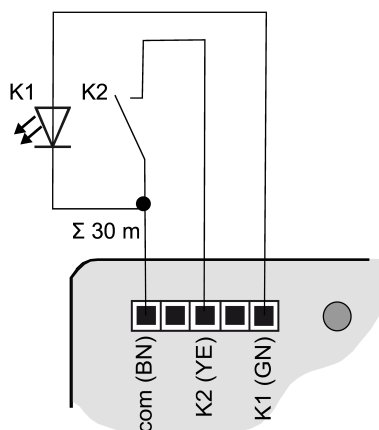
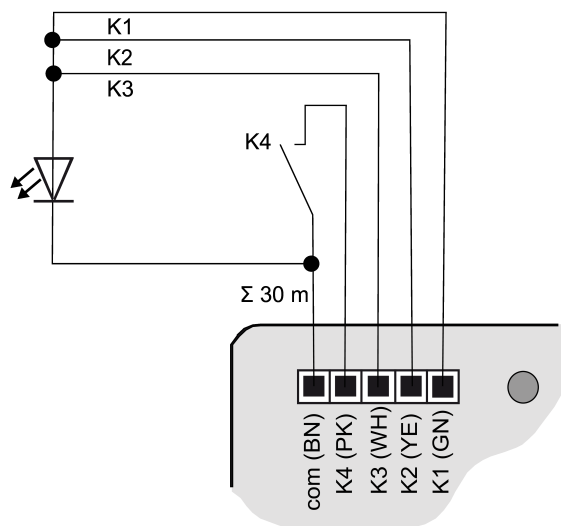

Bild 3: Anschlussbeispiel Tasterschnittstelle 2fach
Bild 7: Anschlussbeispiel mit parallelgeschalteten Ausgängen
- Taster, Schalter, Kontakte, LED oder NTC gemäß Anschlussbeispiele mit beigelegten Anschlussleitungen (4) anschließen (siehe Bild 3) bis (siehe Bild 7). Die Anschlussbeispiele zeigen die Verwendung mit Eingängen und Ausgängen.
- i** Zur Erhöhung des Ausgangsstroms können Ausgänge bei gleicher Parametrierung auch parallel geschaltet werden, im Beispiel (siehe Bild 7) K1-K3 sind hier parallel geschaltet.